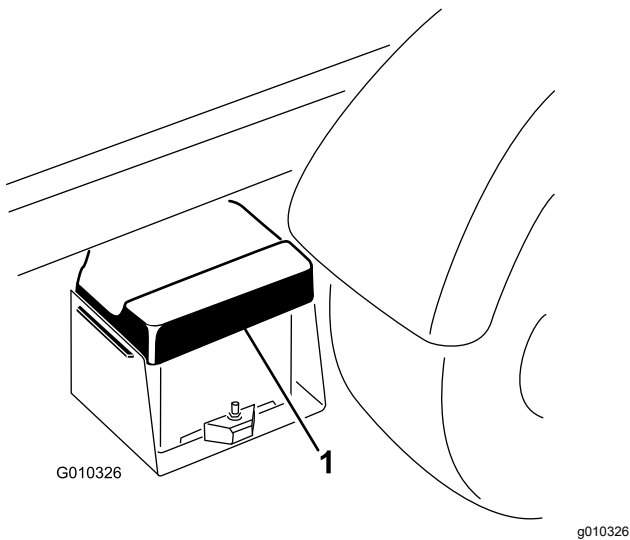

図 42
1. バッテリーカバーをたわめて、タブをバッテリーベースから外し、カバーをバッテリーから取り外す 図 42。